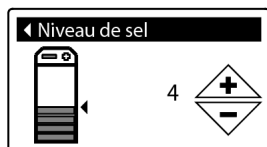

FIG.23
1. Ouvrez le couvercle du bac à sel lorsque les écrans d'état séquentiels sont affichés. La lumière du bac à sel s'allume et l'écran Niveau de sel apparaît (Figure 23).
5. Appuyez sur SELECT (O) pour afficher l'écran Niveau de sel (Figure 23). Cet écran ne se fermera pas automatiquement pendant 15 minutes.